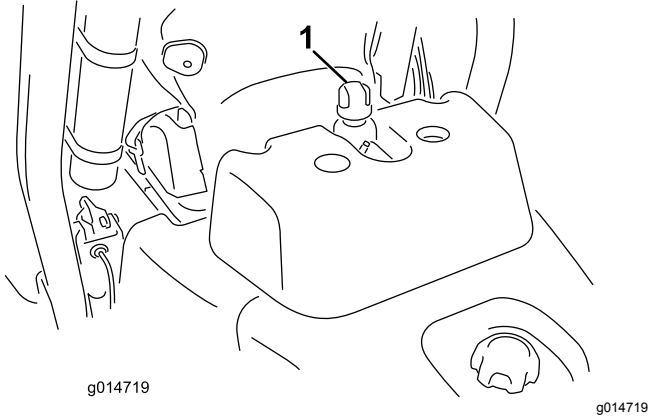

Figura 29
2. Togliete il tappo dal serbatoio (Figura 29).